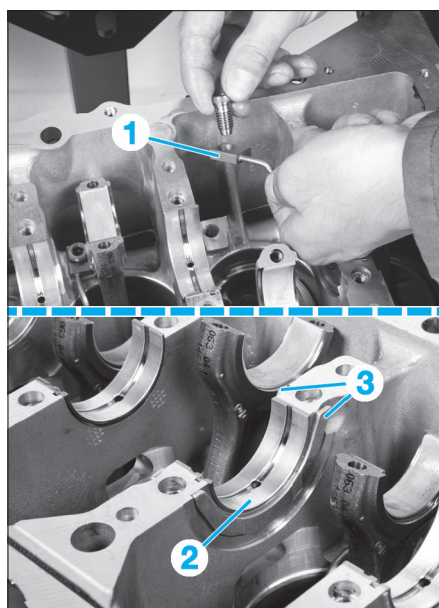

FIG. 77
- Reposer les gicleurs de fond de pistons (1) après avoir vérifié qu'ils ne sont pas obstrués (Fig.77).
- Monter sur le bloc-cylindres, les coussinets rainurés (2), huilés, suivant la classe déterminée pour chaque tourillon.
- Placer de chaque côté du palier n°2 (côté volant moteur), les cales de réglage (3) du jeu axial avec la face rainurée côté vilebrequin.